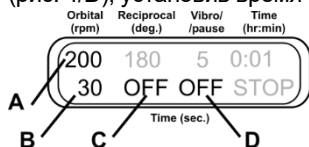

Рисунок 4.
7.9.1. **Орбитальное движение.** Установите скорость (рис. 4/A, 20–250 об/мин) и время (рис. 4/B, 1-250 с) орбитального движения. Отключите возвратно-поступательное движение (рис. 4/C), установив время цикла на ноль (OFF). Отключите вибрирующее движение (рис. 4/D), установив время цикла на ноль (OFF).